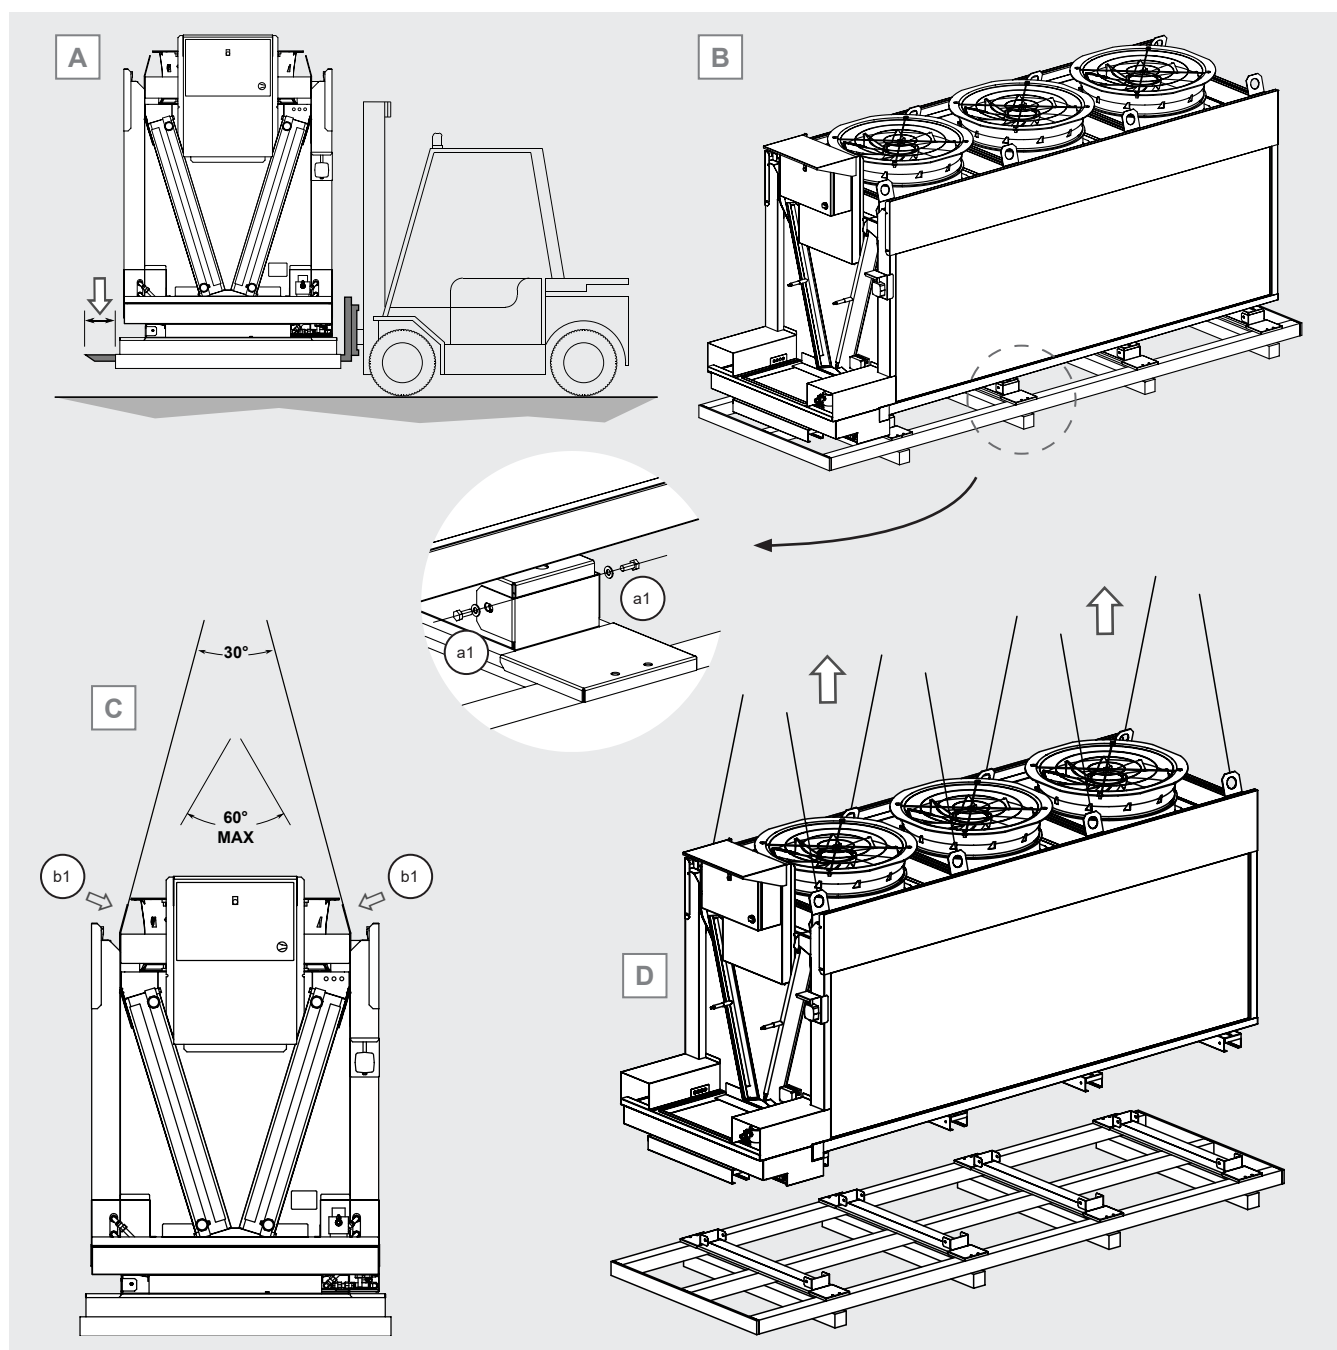

Figure 5
- 5.2 Pour la manutention avec un chariot élévateur, les supports de levage doivent être plus longs que la profondeur de l'emballage et/ou du modèle, voir la Figure 5 A.
- 5.3.1 dévisser les vis (a1) qui fixent les supports du modèle à la palette de transport, voir la Figure 5 B;
- 5.3.2 fixer la grue ou le pont roulant aux points de levage (b1), voir la Figure 5 C;
- 5.3.3 soulever le modèle et le placer à son emplacement définitif. Utilisez tous les points de levage. Voir la Figure 5 D.